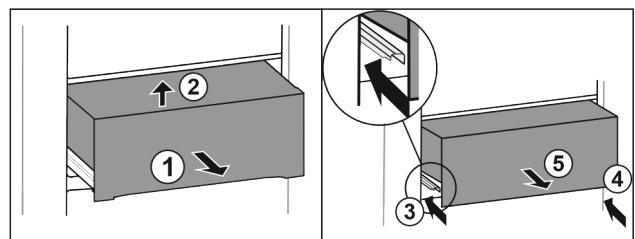

Fig. 38*
► Schubfach halb herausziehen Fig. 38 (1).
► Vorne anheben Fig. 38 (2).
► Linke Schiene einschieben Fig. 38 (3).
► Rechte Schiene einschieben Fig. 38 (4).
► Schubfach nach vorne entnehmen Fig. 38 (5).*